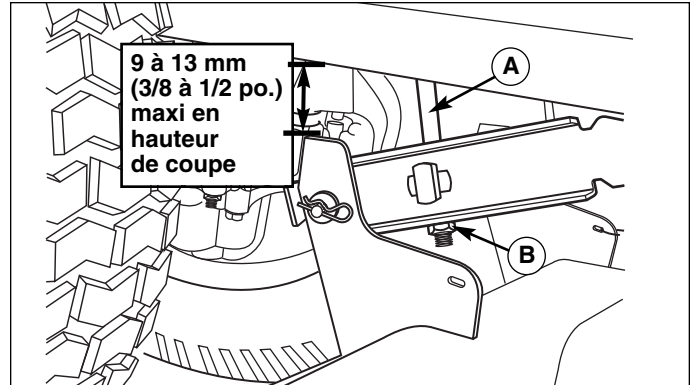

Figure 34. Mise de niveau transversale du carter de coupe
5. Tourner l'écrou-frein (B, Figure 34) de façon à relever ou abaisser ce côté du carter.
REMARQUE : la hauteur de coupe peut être réglée au maximum de 9 à 13 mm (3/8 à 1/2 po.) entre le bâti et la butée supérieure du carter (voir la Figure 34).